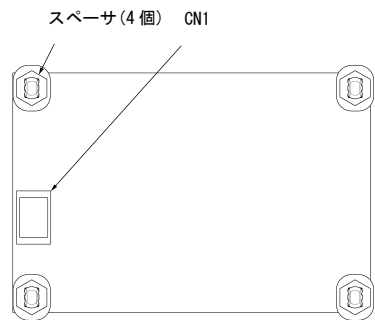

図2 カード裏面
- (2) OPC-F1-LNWの裏面(図2)のスペーサ(4個)とCN1をインバータ本体の制御プリント基板のスペーサ取付け穴とPort A(CN4)へ差し込んでください。(図4)